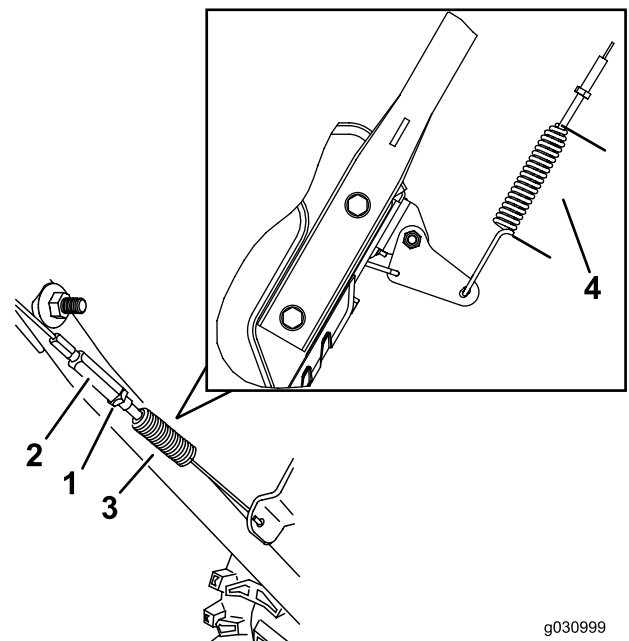

Figura 36
3. Allentate o serrate il tornichetto per regolare la lunghezza della molla a 5,5 cm, come illustrato nella Figura 36.
4. Serrate il controdamo (Figura 36) assicurandovi che vi sia una leggera tensione sul cavo.